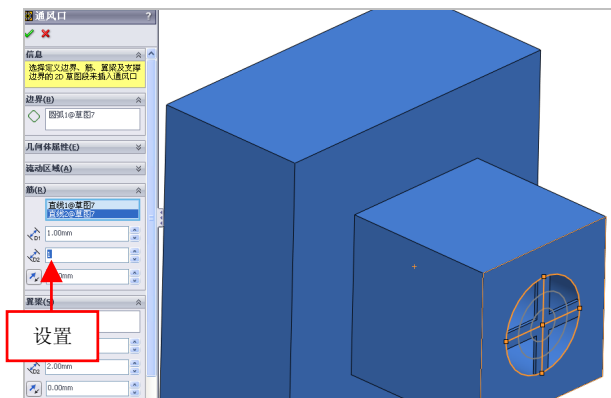

图 9-38 设置参数值
(4) 在【筋】文本框的空白处，单击鼠标左键，选择两条直线对象，设置【输入筋的宽度】为 1，如图 9-38 所示。